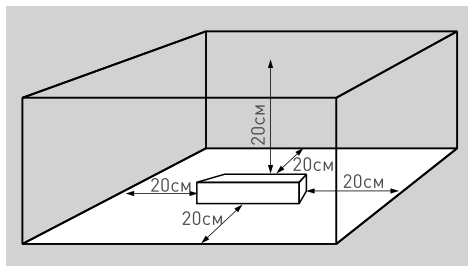

Рис. 1
- 4.3. Для естественной вентиляции обеспечьте свободное пространство вокруг источника питания не менее 20 см, как изображено на Рис. 1. При невозможности обеспечить свободное пространство используйте принудительную вентиляцию.